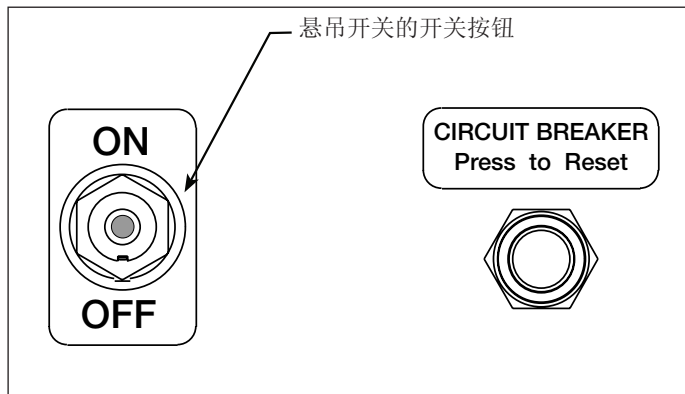

图 6 - 泵控制面板
### 5.1 泵开关（见图 6）
4. 将设备连接到电源上。将泵电源开关置于“ON”位置。见图 6。